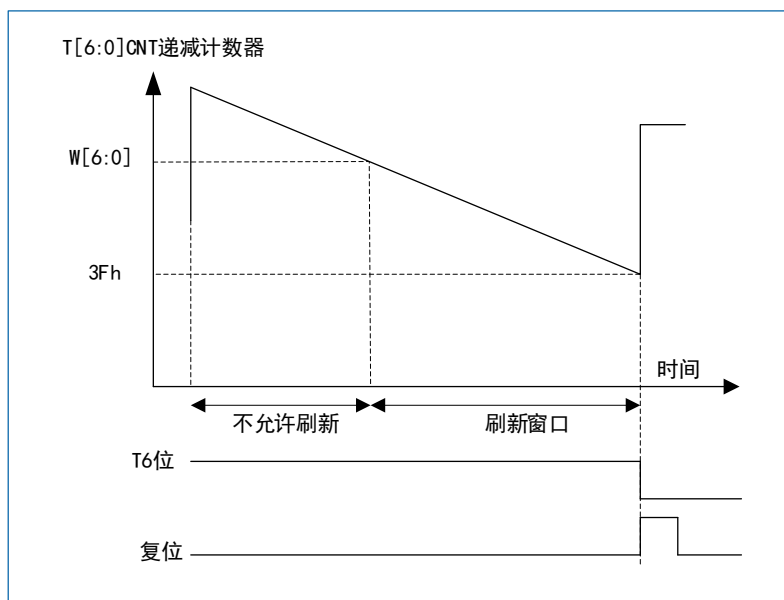

图 20-2 WWDG 时序图
- 当递减计数器在窗口外被重新装载，（若看门狗被启动）则产生复位。具体信息请参见：图 20-2。
T[5:0]位包含了看门狗产生复位之前的计时数目；复位前的延时时间在一个最小值和一个最大值之间变化，这是因为写入 WWDG_CR 寄存器时，预分频值是未知的。配置寄存器 (WWDG_CFR) 中包含窗口的上限值；要避免产生复位，递减计数器必须在其值小于窗口寄存器的数值并且大于 0x3F 时被重新装载，图 20-2 描述了窗口寄存器的工作过程。另一个重装载计数器的方法是利用早期唤醒中断 (EWI)。设置 WWDG_CFR 寄存器中的 EWI 位开启该中断。当递减计数器到达 0x40 时，则产生此中断，相应的中断服务程序 (ISR) 可以用来加载计数器以防止 WWDG 复位。在 WWDG_SR 寄存器中写'0'可以清除该中断。
可以使用图 20-2 提供的公式计算窗口看门狗的超时时间。